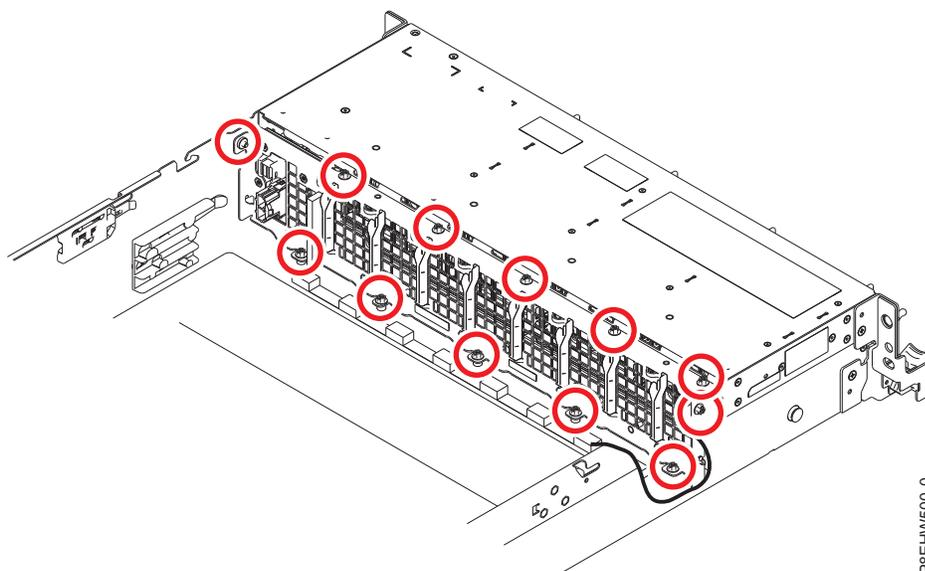

Figura 6. Localizações do parafuso para o unidade de disco e a placa do ventilador
4. Recoloque cinco parafusos na parte inferior do unidade de disco e a placa do ventilador. Figura 6 na página 13 mostra todas as localizações dos 12 parafusos.